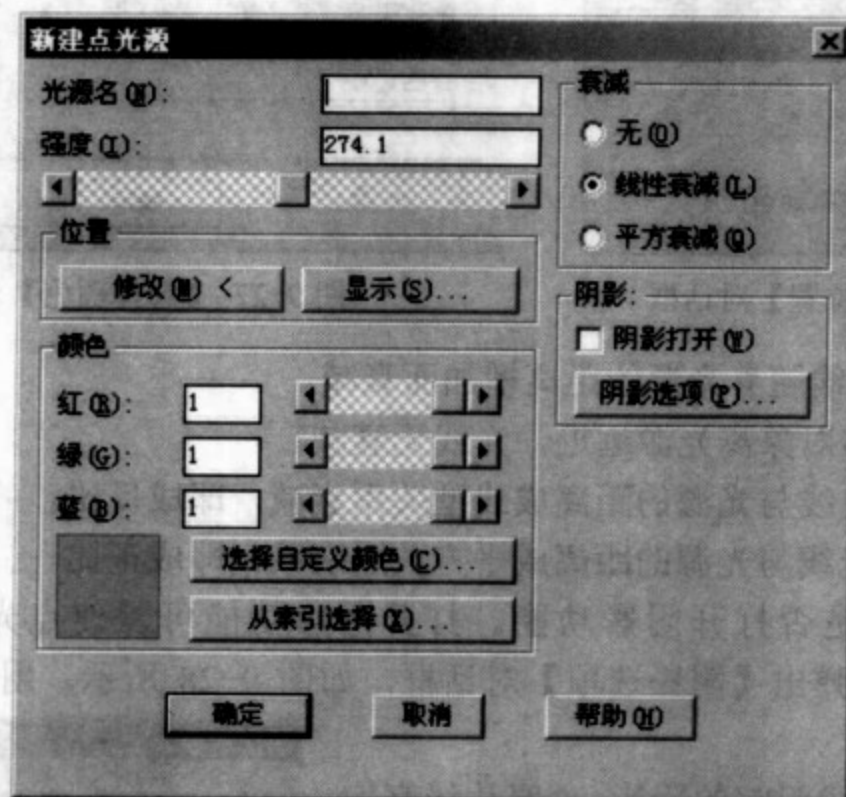

图 9-25 【新建点光源】对话框
(1) 点光源。点光源是从光源处发射放射性的光束。由光源的下拉列表中选择“点光源”, 单击  按钮, 弹出【新建点光源】对话框, 如图 9-25 所示。对话框中的功能如下: